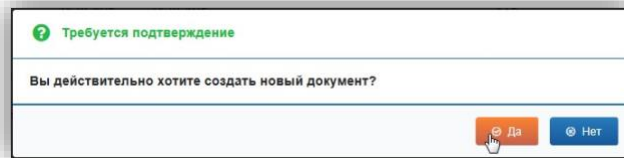

Рисунок 91 – Требуется подтверждение
– В появившемся диалоговом окне нажмите кнопку «Да», чтобы подтвердить действие по приему КиЗ на склад (рис. 91).